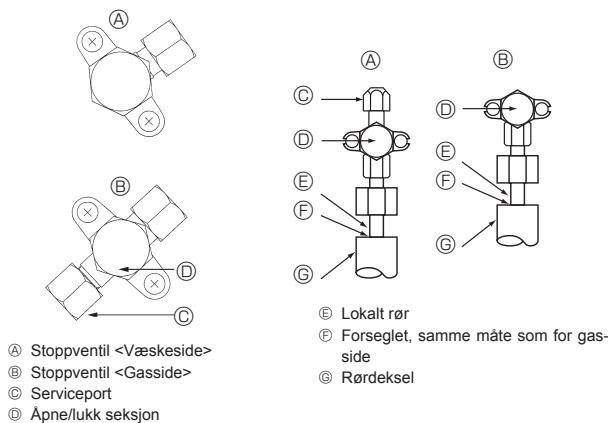

Fig. 4-5
4.4. Kjølemiddelrør lufttetthetstestingsmetode (fig. 4-5)
- Se til at stoppventilene (A) (B) er lukket, og ikke åpne dem.
- Tilfør trykk på kjølemiddelinjene gjennom serviceporten (C) på væskestoppventilen (A).
- Hvis trykket synker i trinn (2) eller (3), finnes en gasslekkasje. Se etter kilden til gasslekkasjen.